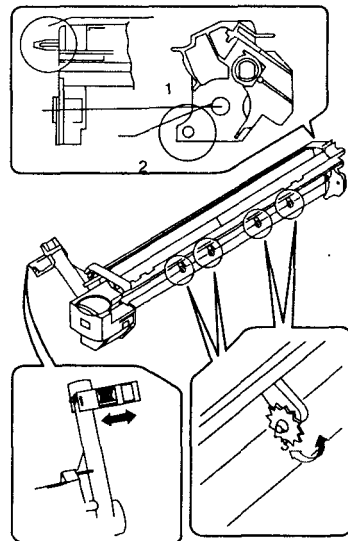

Рис. 7.18
1. Снимите картридж с копировального аппарата и проверьте его внешний вид (рис. 7.18). Направляющая 1 не должна быть повреждена, контактная площадка 2 не должна иметь трещин и раковин. Звездообразные кольца 3 должны легко вращаться, а привод 4 также не должен иметь повреждений. Неисправность любой из